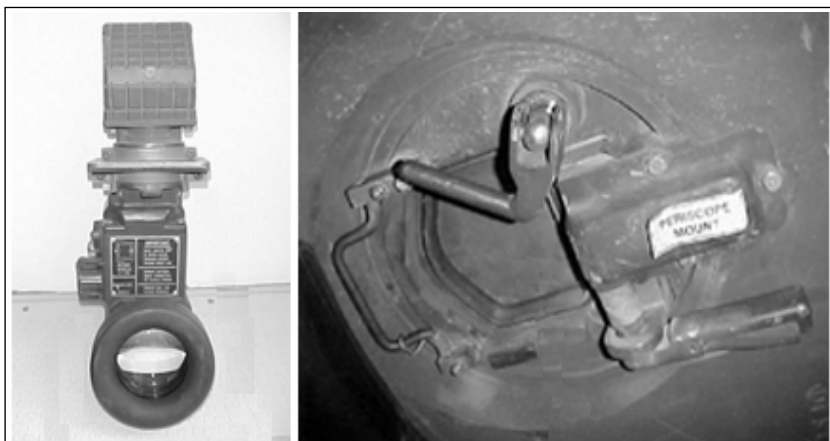

Fig 7-19. Periscópio de visão noturna AN VVS/2A e seu alojamento na tampa da escotilha do motorista
(3) O dispositivo de iluminação M30 se destina ao funcionamento do retículo na ocular esquerda, sendo encaixado em uma ranhura adjacente à ocular. O reostato do dispositivo controla a luminosidade do retículo.
c. Periscópio de visão noturna AN-VVS/2A (Motr) - O periscópio AN-VVS/2A é um equipamento de visão noturna passivo que usa a luz ambiente para sua operação. Ele permite que o Motr dirija o CC durante a noite ou em períodos de baixa visibilidade. Não possui nenhuma forma de emissão, possibilitando o seu emprego sem ser detectado. (Fig 7-19)